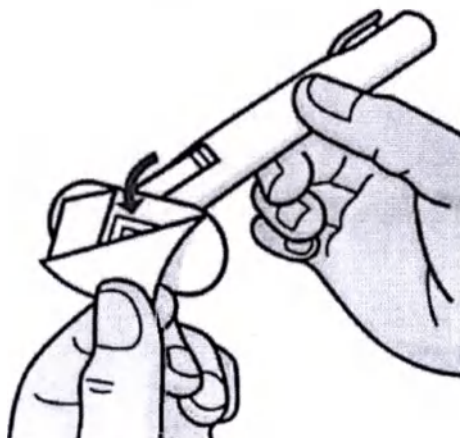

Рисунок 2. Отклеивание защитной пленки
6. Выньте датчик в сборе. Снимите защитную пленку с клейкой ленты основания датчика (рисунок 2).